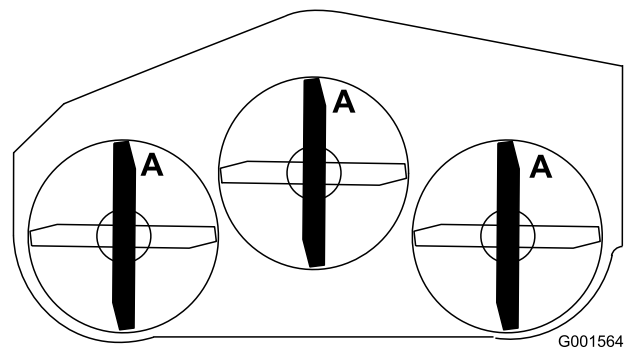

Figura 63
1. Gire las cuchillas hasta que los extremos estén orientados hacia adelante y hacia atrás (Figura 63).